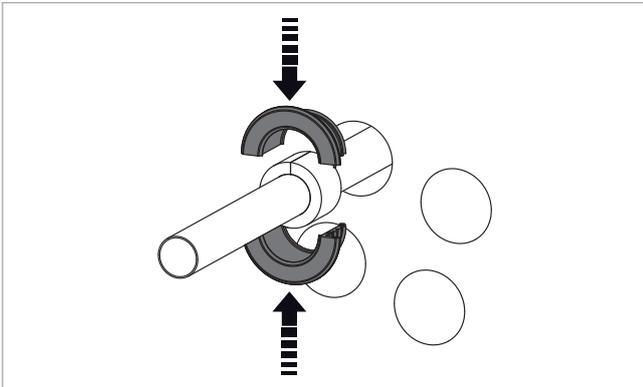

Abb. 3: Halbschalen zusammenfügen
7. Beide Halbschalen um den Schaumstoffring legen, der in Schritt 5 um das Rohr herum platziert wurde. Die Halbschalen zusammendrücken, siehe → Abb. 3. Die Stifte müssen dabei in die Vertiefungen greifen.